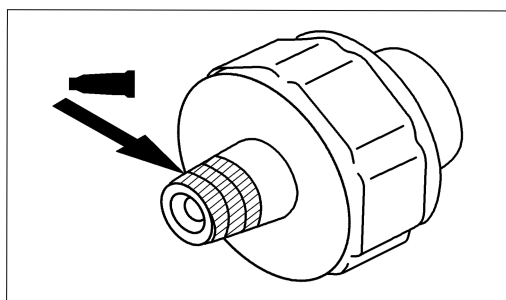

图 2-103 油压开关的螺纹部分涂上粘合胶
9) 对油压开关涂布粘合胶。如图 2-103 所示, 对油压开关的螺纹部分涂上粘合胶, 然后使用专用工具安装该开关。